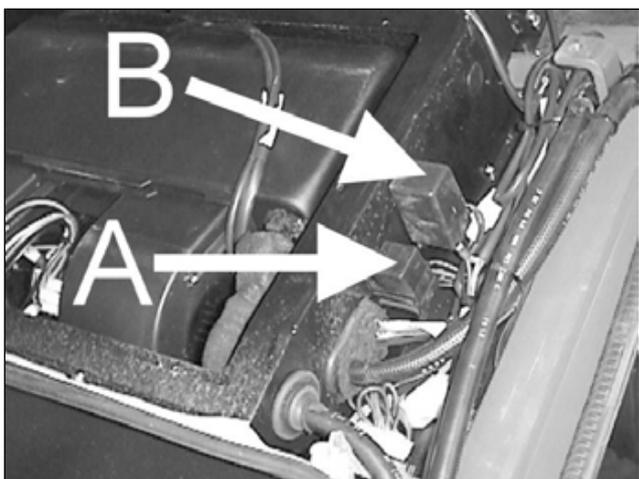

Fig.33
Il relè **A** di Fig. 33, è quello che, ricevuto il 15 tramite il filo arancio proveniente dalla trattrice, smista il 15 a tutti gli utilizzi sottochiave della cabina. Il filo rosso (30) proveniente dalla trattrice arriva direttamente alla scatola fusibili della cabina. Il relè **B** di Fig. 33, è quello che ricevuto il consenso dal gruppo ventole e dal termostato posizionato all'interno del gruppo condensante, fa partire la ventola posteriore di raffreddamento posizionata nella parte posteriore del tetto cabina.